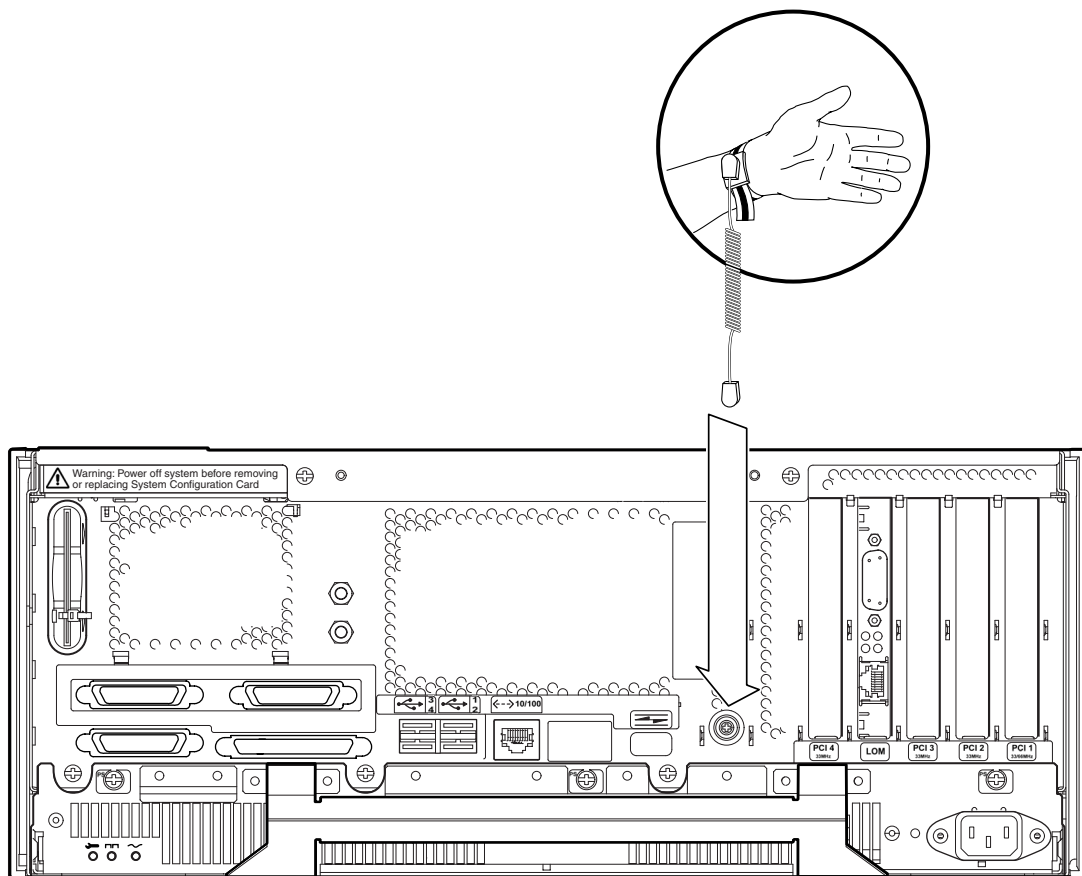
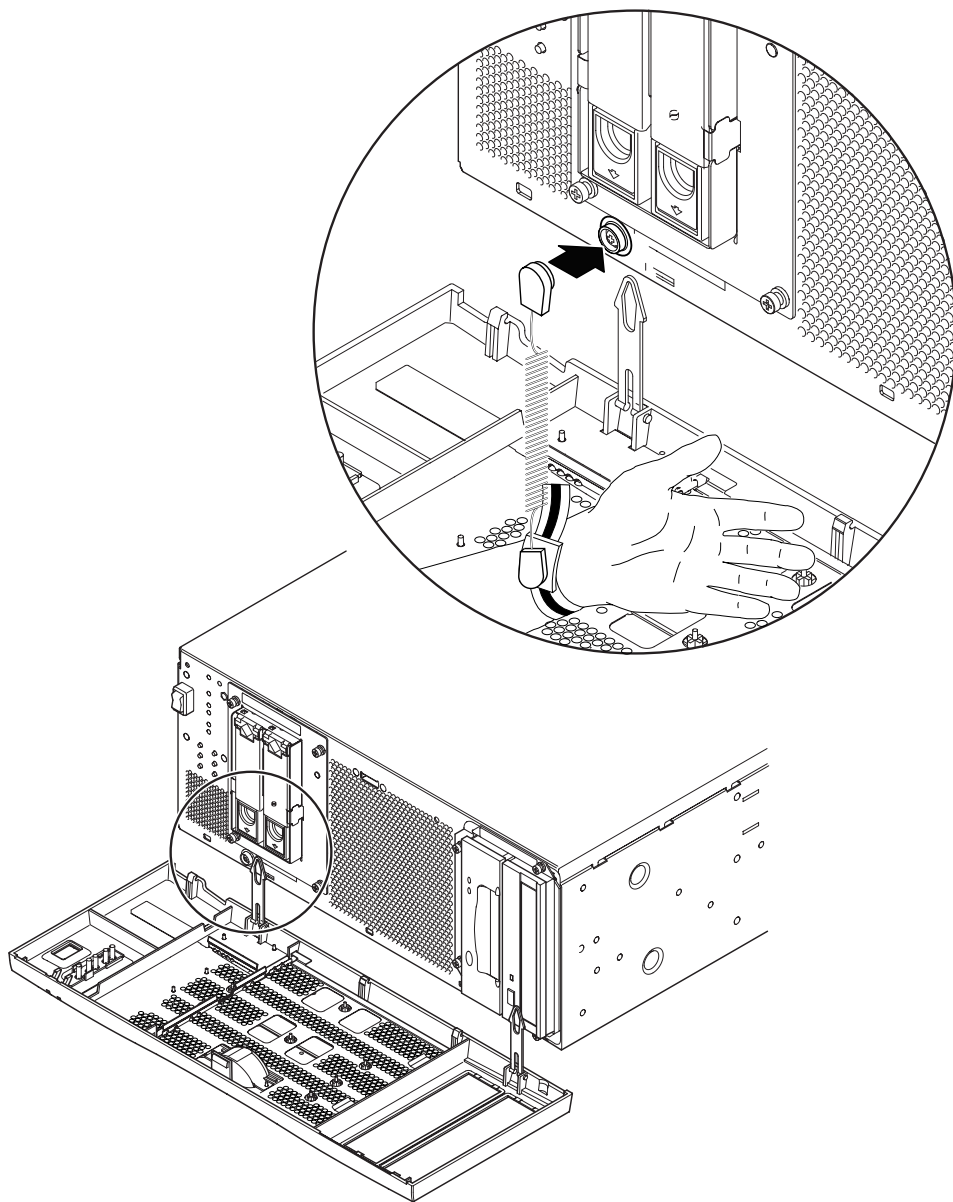

图 12-1 将防静电腕带连接到底架的背部
图 12-2 将防静电腕带连接到底架的前部
- 要将防静电腕带连接到底架上，请按图 12-1 或图 12-2 中所示连接腕带。